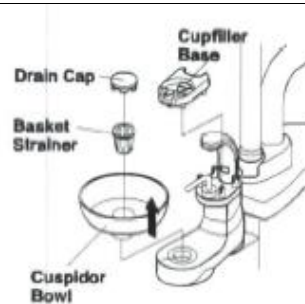

Рис. 5-1 Плевательница, дренажный колпачок и сетчатый фильтр
(1) Чистка плевательницы (Рис. 5-1)